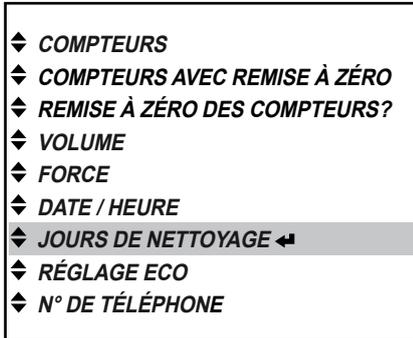

Fig. 60
- Appuyez sur la touche d'entrée ◀ pour afficher le menu « JOURS DE NETTOYAGE » (fig. 60).